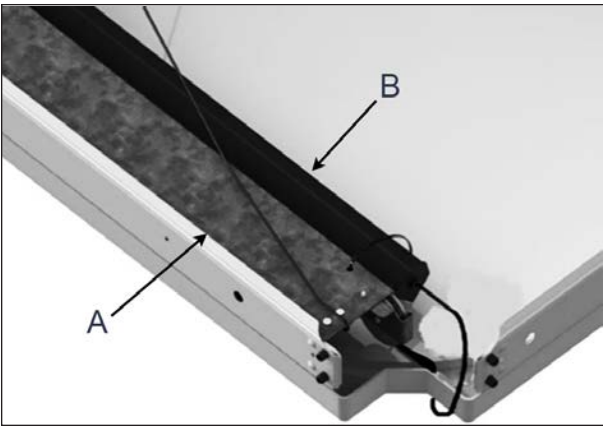
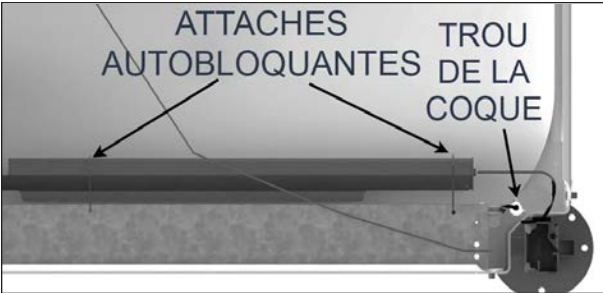

FIGURE 32: RETRAIT DES ATTACHES AUTOBLOQUANTES
FIGURE 33: POSITION DES ATTACHES AUTOBLOQUANTES
4. En tenant la coque externe soulevée, couper et retirer les 2 attaches autobloquantes qui retiennent le protège-fil, voir Figure 32 et Figure 33.
S'assurer que le fil est dégagé des coques interne et externe. Le fil devrait uniquement passer par le trou de la coque interne, voir Figure 33.